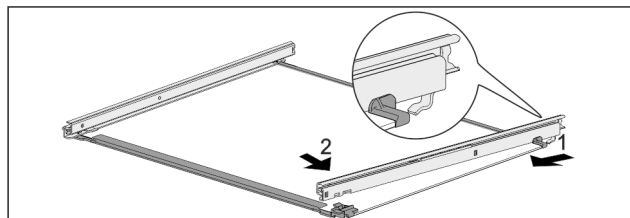

Fig. 140 Skleněná deska s kolejničkami
- ▶ Zahákněte kolejničku vzadu. Fig. 140 (1)
- ▶ Zaklapněte kolejničku vpředu. Fig. 140 (2)